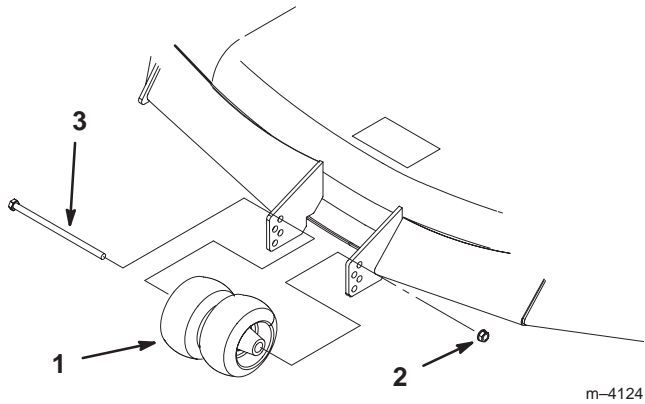

Figure 22
2. Lorsque la hauteur de coupe est réglée, enlevez le boulon et l'écrou (Fig. 22).
3. Choisissez le trou pour que la roue de jauge se trouve le plus près possible de la hauteur de coupe correspondante voulue (Fig. 22).
4. Remettez le boulon, les galets centraux et l'écrou (Fig. 22).